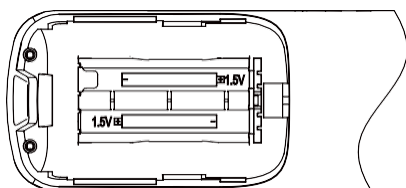

Figura 2.8
3) Retire as pilhas gastas. Coloque duas pilhas AAA novas seguindo as polaridades positiva e negativa indicadas (ver Figura 2.8). Fechar a tampa das pilhas.